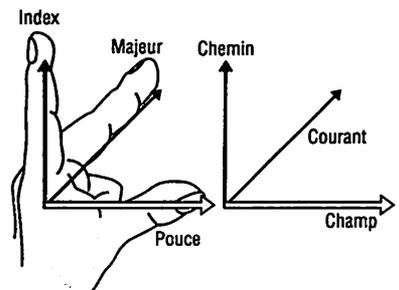

Fig. 2 : Règle des 3 doigts.
– Si l'on considère le conducteur 1 placé sur l'induit qui tourne, ce conducteur coupe les lignes de champ, il est alors le siège d'une force électromotrice (fém) dont le sens est donné par la règle des trois doigts de la main gauche (fig. 2).
– Si l'on considère la spire formée par le conducteur (1) et le conducteur (2) diamétralement opposés, les deux forces électromotrices s'ajoutent, on peut fermer le circuit. On a réalisé un générateur de courant.